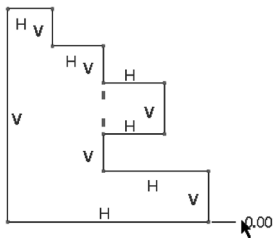

图 2-68 指定基线
1) 单击  (基线) 按钮,在需要定义基准的参照线上单击,然后在欲定义基线文本放置位置的区域单击鼠标中键(即按鼠标中键定位尺寸文本),如图 2-68 所示。